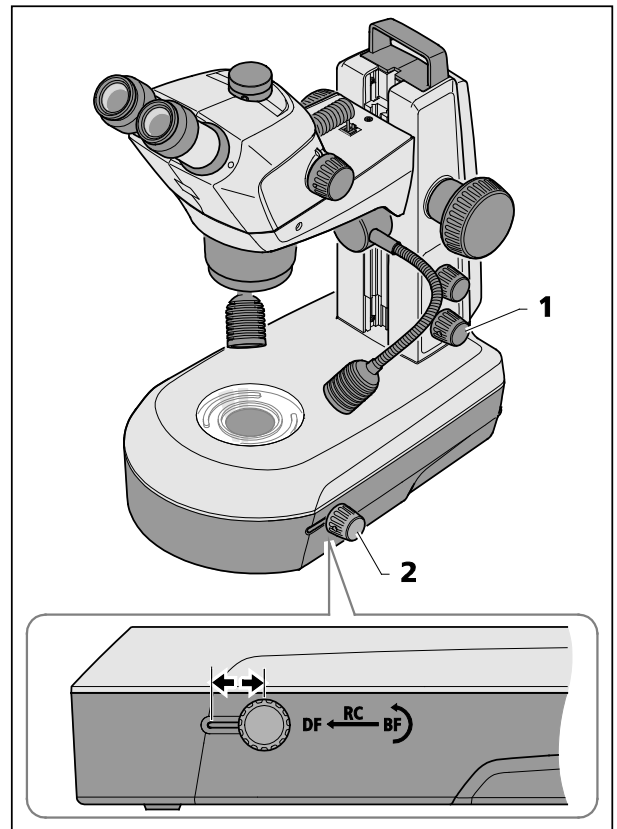

Fig. 26 Module d'éclairage diascopique dans statif K LAB
- En appuyant sur le bouton rotatif inférieur (Fig. 26/1), allumez l'éclairage diascopique.
- En repoussant le bouton rotatif/coulissant (Fig. 26/2) vers l'arrière, vous passez en fond clair (BF).
- En tournant le bouton rotatif/coulissant (Fig. 26/2), vous intercalez dans le trajet lumineux le miroir à réflexion directe/diffuse dont vous pouvez modifier l'angle d'inclinaison.
- En ramenant le bouton rotatif/coulissant (Fig. 26/2) en position avant, vous passez en fond noir (DF).
En poussant le bouton rotatif/coulissant (Fig. 26/2) sur une position médiane et en inclinant le miroir, vous générez des effets de lumière (RC) qui conviennent parfaitement à la mise en évidence des structures d'objets non colorés.